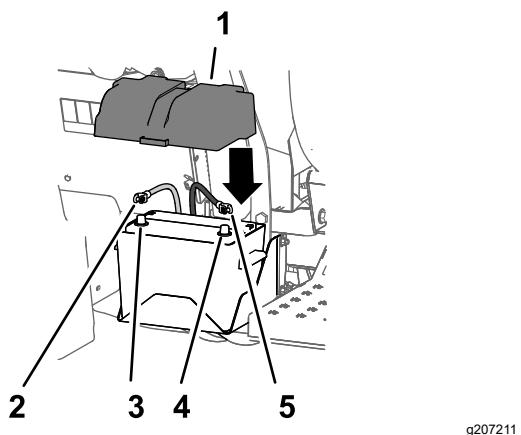

Figure 39
1. Branchez le câble positif à la borne positive de la batterie (Figure 39).
2. Branchez le câble négatif à la borne négative de la batterie (Figure 39).
3. Placez le couvercle de la batterie sur le compartiment de la batterie et fixez-le avec la sangle (Figure 39).